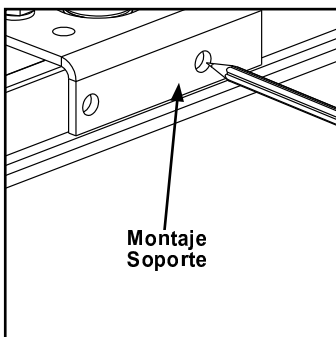
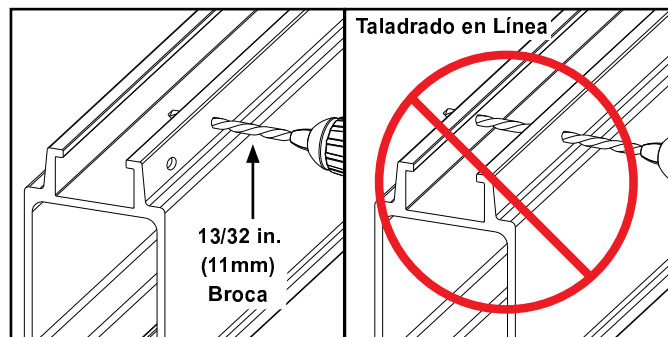

Figura 3-60
Figura 3-61
- Paso 1. Use riel de montaje como plantilla para marcar el riel y haga dos (2) barrenos usando broca 13/32" (11 mm). No trate de taladrar en línea. Vea Figura 3-60 y Figura 3-61.